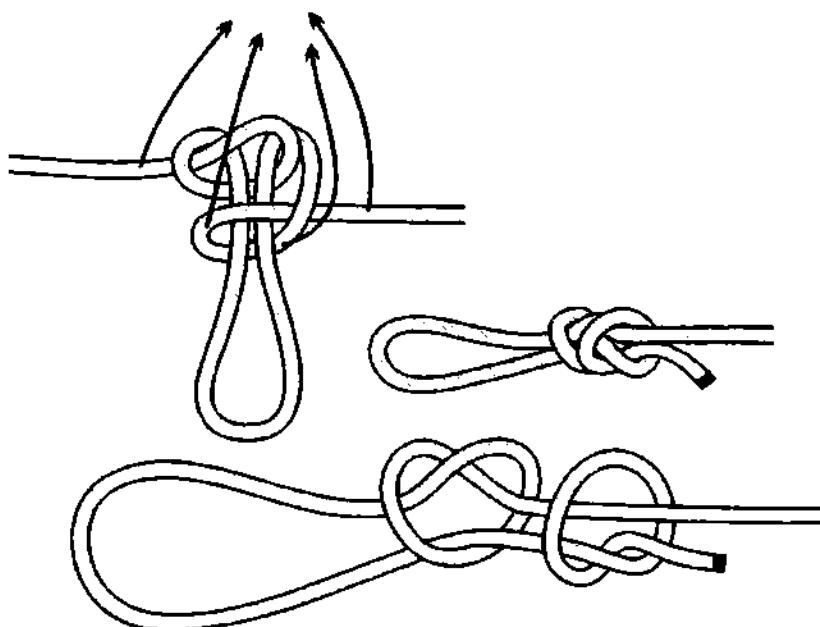

Рис. 996. Превращение альпийской бабочки в *рыбацкую петлю*.
**Альпийская бабочка** вяжется на середине верёвки и применяется исключительно для амортизации резких рывков верёвки. **Альпийская бабочка** – это не петля, это энергопоглощающий узел – других применений он не имеет. При срыве **альпийская бабочка** под динамической нагрузкой деформируется и не затягивается моментально. Трение верёвки при затягивании узла поглощает часть энергии рывка и переводит её в основном в тепловую энергию. **Альпийская бабочка** внешне очень похожа на **австрийский проводник**, который лишён амортизирующего эффекта и при рывке тут же намертво затягивается. **Альпийская бабочка** – это **рыбацкая петля**, у которой коренные концы направлены в противоположные стороны (рис. 996).